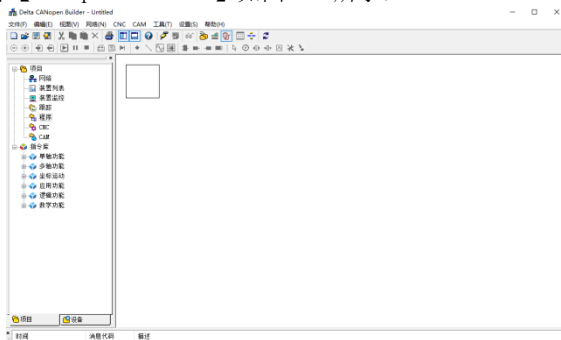

图 8.2 CANopen Builder 软件界面
- 2、在中达电通官网下载 CANopen 组态软件 CANOPENBUILDER 安装之后，打开【CANopen Builder】如图 8.2 所示：